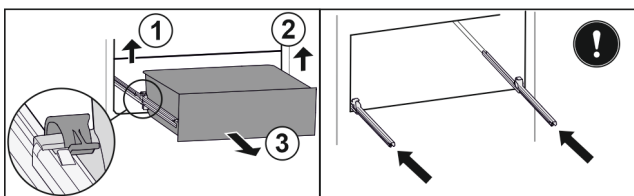

Fig. 201
- ▶ Emelje fel a bal oldali kapcsot, és ezzel egyszerre húzza előre a fiók bal oldalát. Fig. 201 (1)
- ▶ Emelje fel a jobb oldali kapcsot, és ezzel egyszerre húzza előre a fiók jobb oldalát. Fig. 201 (2)
- ▶ Vegye ki a fiókot előre. Fig. 201 (3)